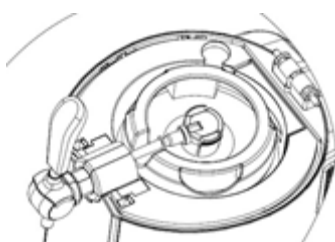

Rysunek 4 (tylko dla bębna 5-litrowego)
- W PRZYPADKU BUTELKI O POJEMNOŚCI 5 L: Złączka dostarczona z chłodziarką do piwa będzie współpracować ze wszystkimi 5-litrowymi beczkami Heineken (lub beczkami ciśnieniowymi). Należy jednak użyć płaskiego śrubokręta, aby usunąć zieloną podstawę z beczki w celu zainstalowania nowego złącza dostarczonego z chłodziarką do piwa (rysunek 4).